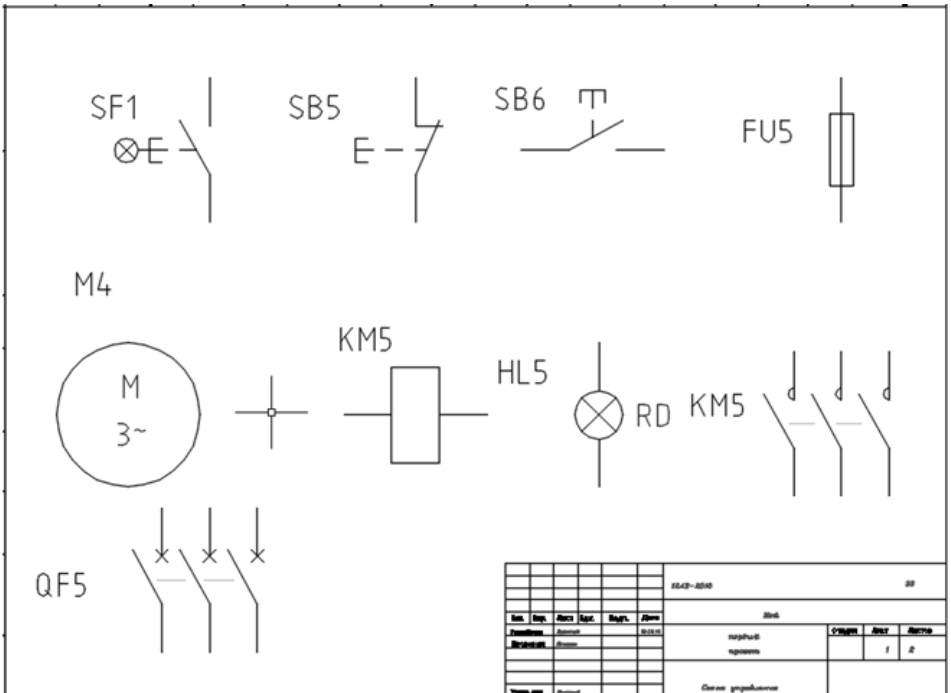

Рисунок 2.9 - Зміна позиційного позначення компонентів
13. Змініть позиційні позначення компонентів, як показано на рис. 2.9